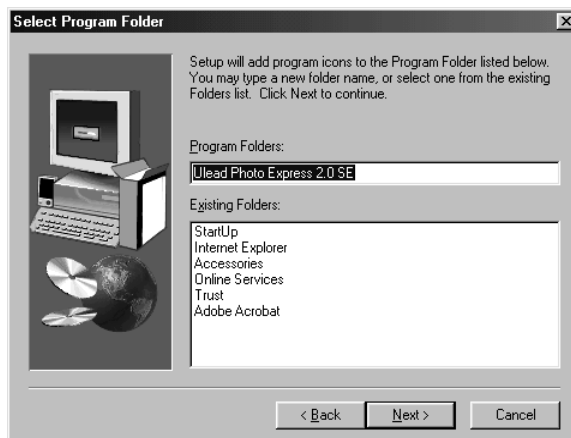

Figure 19 : installation de PhotoExpress 2.0
- Cliquez sur 'Next' pour garder le dossier du programme standard (Figure 19).